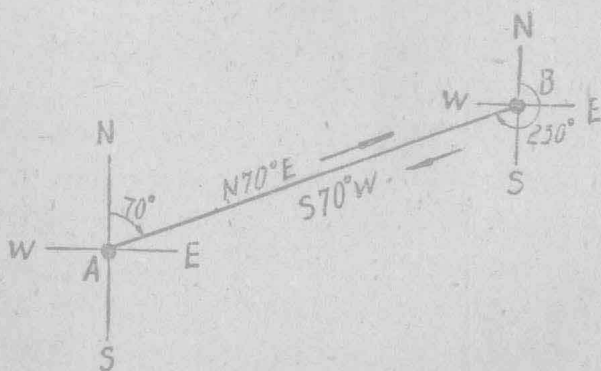

图3 前方位角及后方位角示意图
(4) 前方位角和后方位角：須知一綫之两端各有一方位角，如图3。AB的方位角为70°，即前方位角。而BA之方位角則应为 $180^\circ + 70^\circ = 250^\circ$ ，即AB的后方位角(图3)。
(5) 測量用的量度单位在井下进行測量时，必須量測綫的长度、角度的大小和区域的面积。綫的长度用公尺、公分、公厘度量。角度的大小用度数、分数、秒数表示。每度分为60分，每分分为60秒。通常用符号“°”代表度，